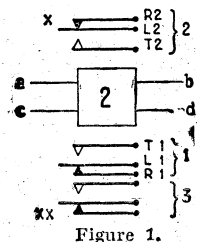

Figure 1.
Cet outil à tout faire est schématisé par un carré ou plus souvent un rectangle, dans lequel on inscrit un numéro de référence. Le bobinage comprend un ou plusieurs enroulements (fig. 1 ab, cd). La partie mécanique, poussant les paillettes de contact, n'est généralement pas représentée.
Dans un groupe de paillettes de contact, il faut d'abord considérer la lame mobile L. Elle est représentée plus longue et on la suppose attirée vers le relais quand celui-ci est alimenté. Ce genre de relais est à deux positions, que l'on nomme Repos et Travail. Au repos (dans un schéma les relais sont toujours représentés ainsi) la lame L est en contact électrique avec le repos R (figure 1). Au travail, la lame L est isolée de R et vient
Amusez-vous à rechercher sur la figure 1 les contacts R22 et T23. Ne Trichez pas, cherchez d'abord, vous lirez ensuite si votre réponse est juste... une croix pour R22, deux croix pour R23.
Nous venons de voir les repères des différents plots d'après leurs fonctions. Nous avons vu aussi le numéro de référence des relais. Nous verrons donc maintenant les repères de positions de groupes de contacts et la réunion de toutes ces indications pour simplifier les explications ultérieures. Soit le repère R21 (figure 1) : la lettre désigne la fonction (R = repos), le premier chiffre désigne le numéro du relais (2) et le dernier chiffre la position du groupe de paillettes (1). En ce qui concerne les repères de ces groupes de paillettes, il est bon de savoir :